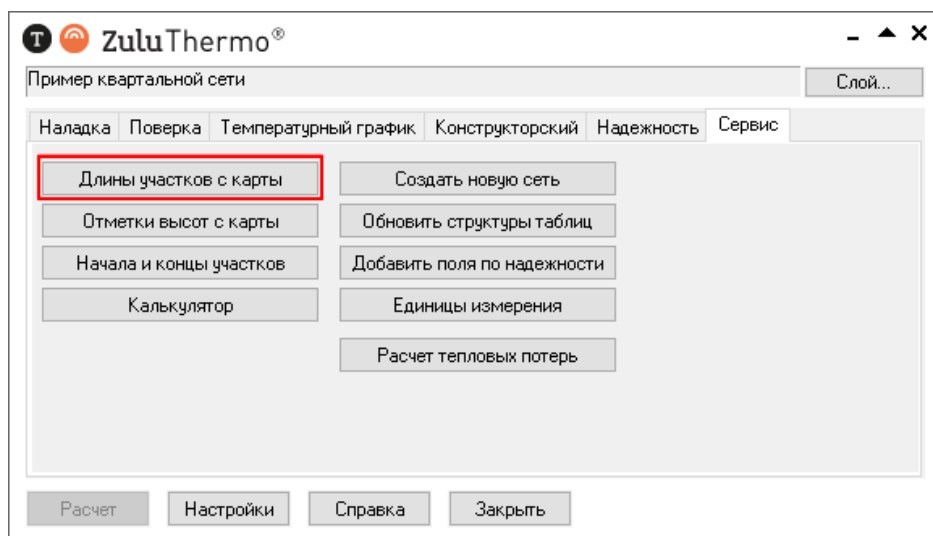

Рисунок 19.2. Вкладка Сервис
3. Перейдите на вкладку Сервис. Появится окно, показанное на Рисунок 19.2, «Вкладка Сервис».